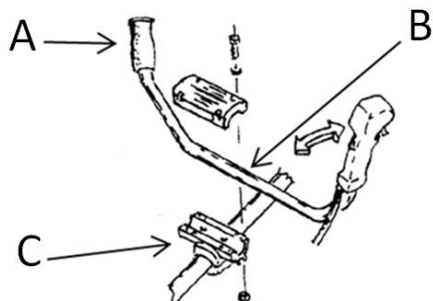

Fig. 4
**Guidon:** (Fig. 4). Pour bloquer correctement le guidon sur le tube, il faut positionner le guidon B de telle manière qu'on puisse l'empoigner en tenant la poignée munie du câble de l'accélérateur dans la main droite et la poignée simple D dans la main gauche. Positionnez le guidon B sur le dispositif de fixation tube/guidon C puis bloquez-le à l'aide la pièce supérieure du dispositif de fixation tube/guidon et des quatre vis prévues à cet effet. Avant de fixer le guidon, le régler de façon à ce que vos bras soient légèrement fléchis et que vos poignets soient le plus possible dans une position normale. En effet, si vous travaillez avec le poignet incliné et les bras tendus, l'effort augmente, spécialement au niveau de la main droite qui est la plus sollicitée, étant donné l'actionnement continu de détente de l'accélérateur.